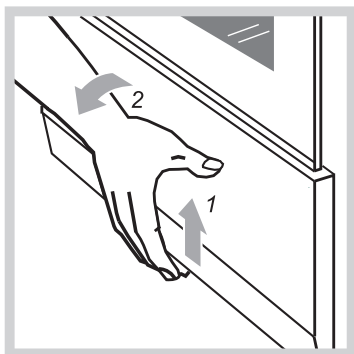

Рис. 7
- Плиты выпускаются двух исполнений: с выдвигающим ящиком и с откидной дверцей. Чтобы открыть дверцу, ее нужно приподнять вверх и наклонить на себя (рис.7).